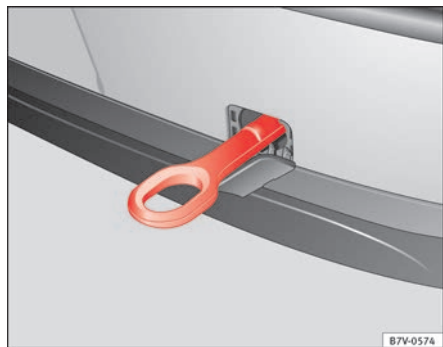

Abb. 219 Im Stoßfänger hinten rechts: eingeschraubte Abschleppöse.
Die Aufnahme für die einschraubbare Abschleppöse befindet sich hinten rechts im Stoßfänger ⇒ Abb. 219. Bei Fahrzeugen mit werkseitiger Anhängervorrichtung befindet sich hinter der Abdeckung **keine** Aufnahme für die einschraubbare Abschleppöse. Zum Abschleppen Kugelkopf montieren und verwenden ⇒ Seite 242, ⇒ ①.